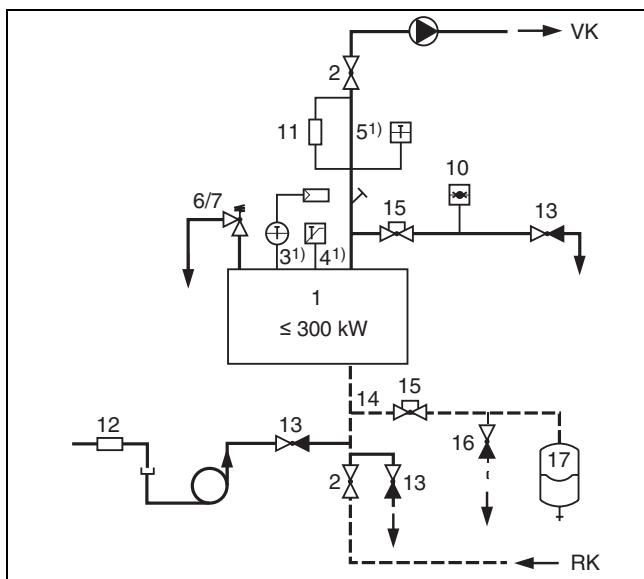

Рис. 49 Приборы безопасности по DIN EN 12828 для котла = 300 кВт с STB $\leq 110^{\circ}\text{C}$ (прямое отопление)
- 1) (рис. 49 и 50) базовая комплектация системы управления котла Buderus: максимально достигаемая температура подающей линии в сочетании с системами управления Logamatic примерно на 18 К ниже температуры отключения (STB).
Пояснения к рис. 49 и 50: